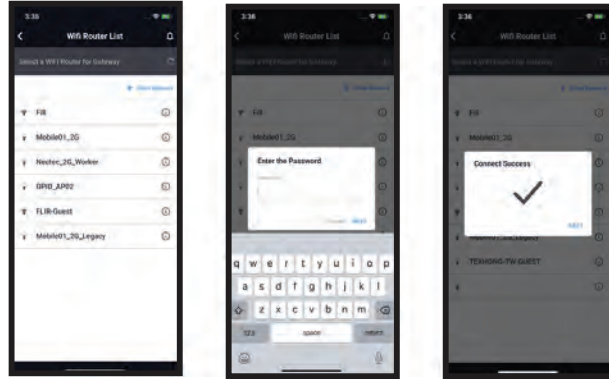

Figure 8.4 Ajout d'un nouveau réseau ou sélection d'un réseau existant.
3. Sélectionnez un réseau Wi-Fi dans la liste ou appuyez sur **+ Autre réseau** pour ajouter un nouveau réseau (voir la Figure 8.4 ci-dessus).
3. Appuyez sur **+Ajouter un serveur** dans l'application mobile pour configurer un nouveau réseau ou sélectionnez un réseau existant dans la liste, comme illustré à la Figure 8.4 ci-dessus.